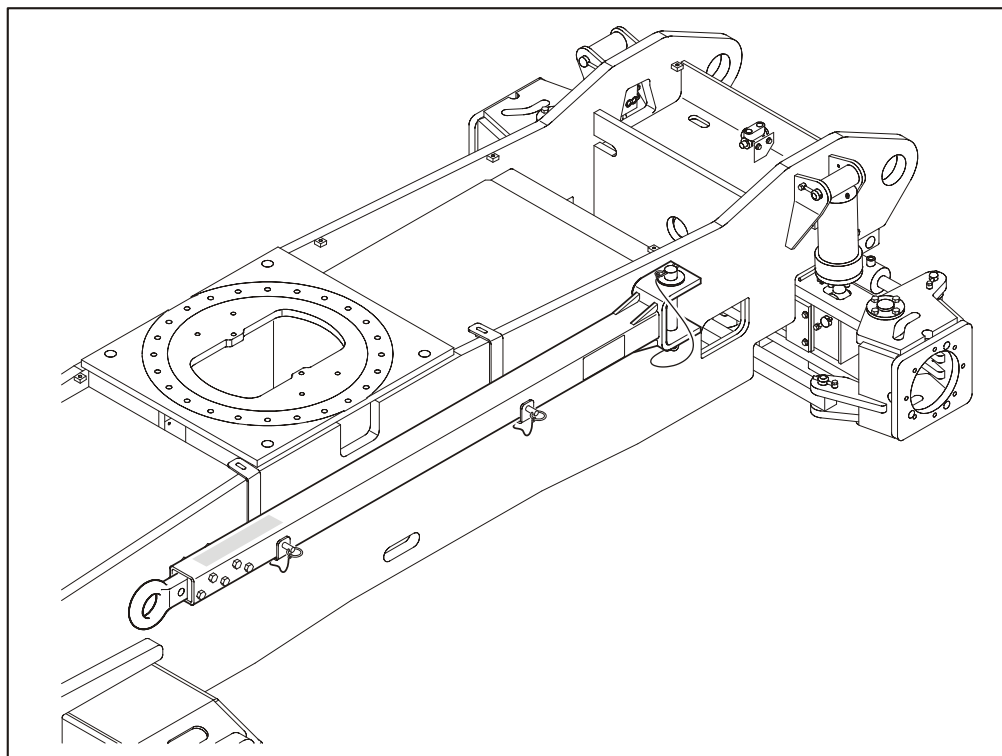

Figura 4-6. Barra de remolcado
- Desconectar la barra de remolcado del vehículo remolcador y colocarla en la posición de almacenamiento como se muestra en la Figura 4-6. La máquina ahora está en el modo de conducción.